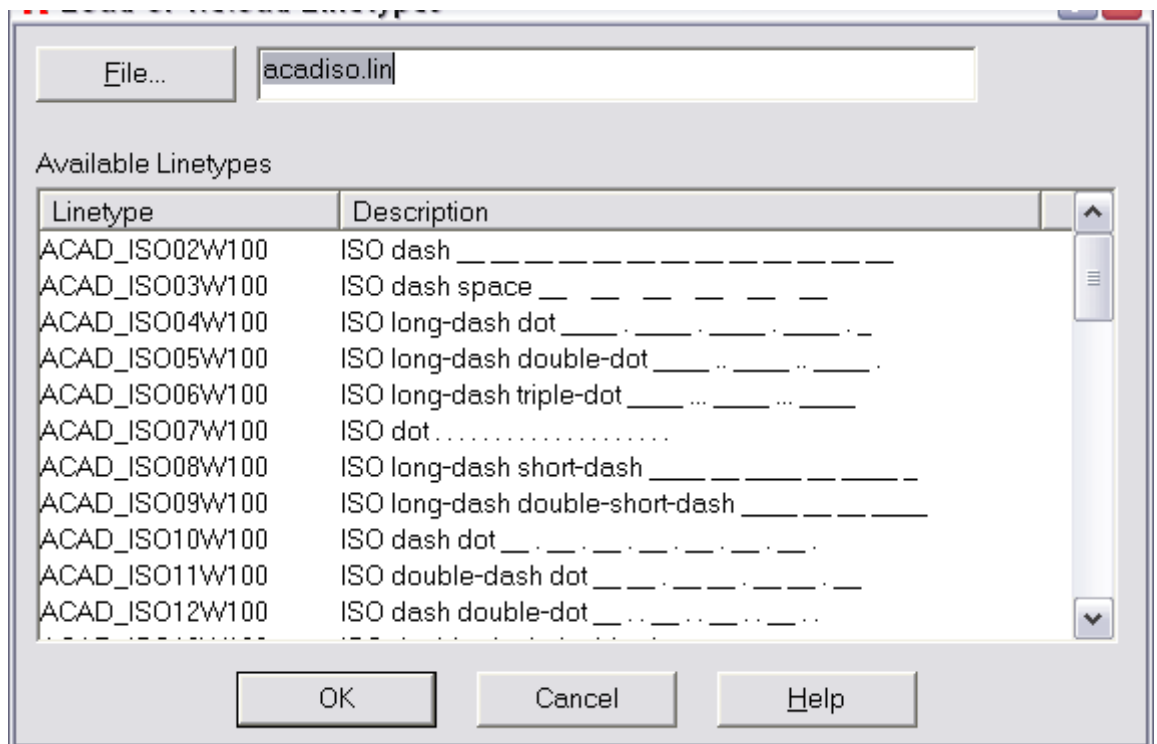

Рис.3 Диалоговое окно загрузки типов линий
- **Linetype (Тип линии)** определяет тип линии. По умолчанию устанавливается Continuous (Сплошная). Тип линии для данного слоя можно заменить, выбрав его из списка диалогового окна **Select Linetype (Выбор типа линии)**, которое появляется при щелчке мышью по строчке Continuous (Сплошная). Если в диалоговом окне отсутствует необходимый тип линии, его можно загрузить, щелкнув по клавише Load (Загрузка...). В появившемся окне Load or Reload Linetype (Загрузить или обновить типы линий) выбрать нужную строку и щелкнуть по кнопке ОК.(см. рис.3)